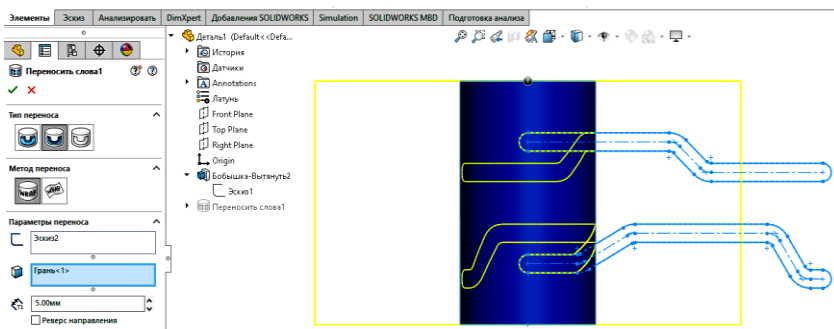

Рис.3. Виконання операції *Перенесення*
2. Викликаємо команду *Вставка – Елементи – Перенесення*. Вибираємо ескіз і у вікні *Перенесення* вказуємо *Виріз* на глибину 5мм і циліндричну грань, на яку робимо перенесення пазів (Рис.3).